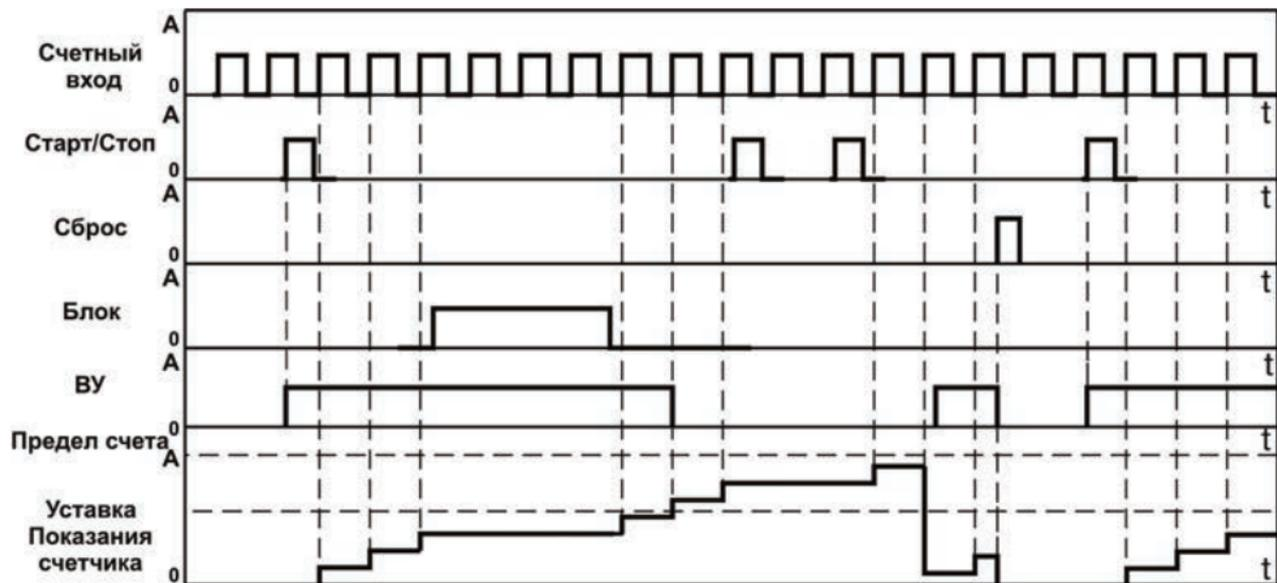

Рисунок 3.13
- тип работы по сигналу «Сброс» – «Сбросить счетчик и ждать сигнала «Старт» ($rSt = StOP$) (рисунок 3.13).